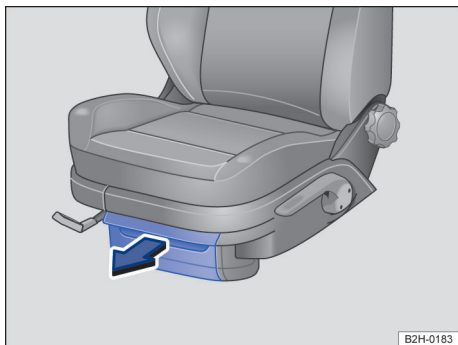

Fig. 119 Porta-objetos sob os bancos dianteiros: porta-objetos com tampa.
- Levantar a tampa para frente → Fig. 119.
- Pressionar a tampa para trás contra o sentido da seta → Fig. 119.